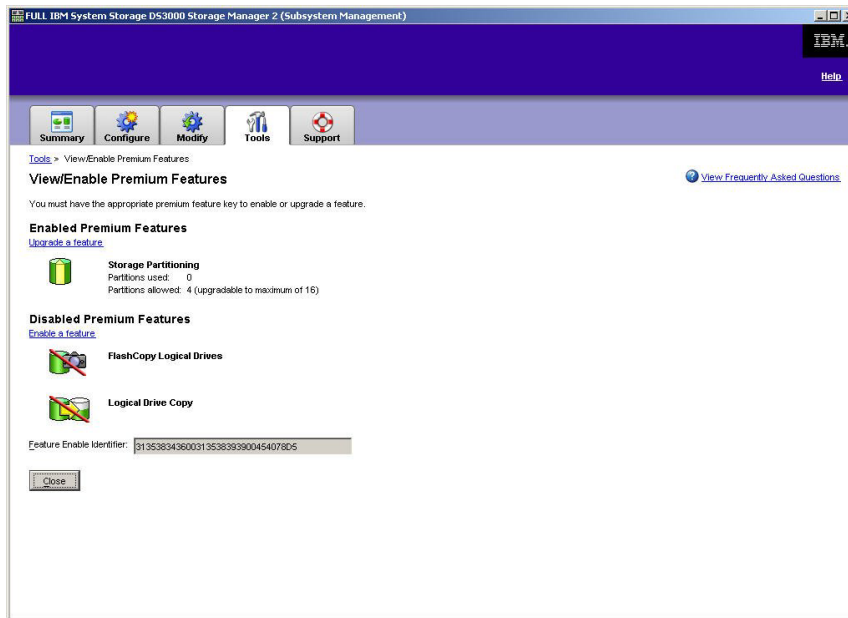

图 29. View/Enable Premium Features 窗口
2. 在 **Enabled Premium Features** 下，单击 **Upgrade a feature**，如第 106 页的图 29 所示。
2. 在 **Disabled Premium Features** 下，单击 **Enable a feature**，如图 29 所示。这时将打开 Select Feature Key File 窗口。